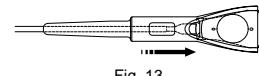

Fig. 13
- Før tangenten gjennom patronen til kjevene nesten berører ICL-ens eller TICL-ens fremre kant. (Fig. 13)